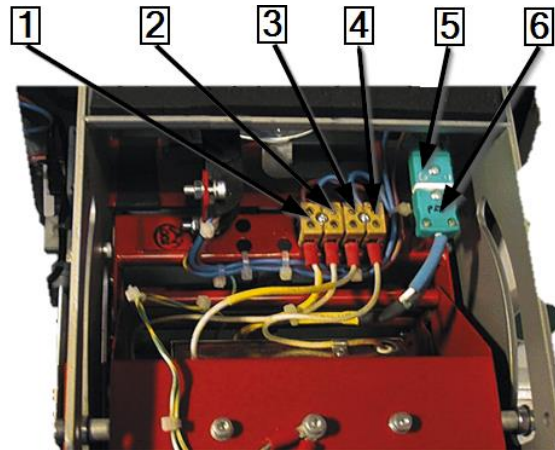

Abb. 63 : Elektrinės ir terminės jungtys
- Atsukite apatinio šildymo elemento (2) 2 tvirtinimo varžtus.
- Sujunkite visas viršutinio ir apatinio šildymo elemento elektrines bei termines jungtis. Žr. Abb. 63 : Elektrinės ir terminės jungtys, 97psl.